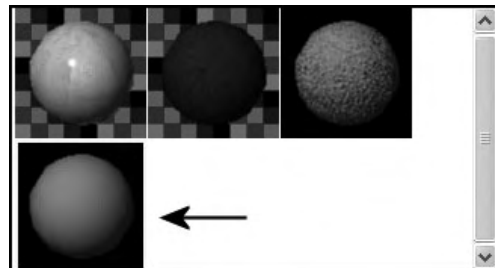

Fig.9.45
- 8 Cliquez sur **OK**. Un nouveau témoin de matériau s'affiche dans le volet des matériaux disponibles dans le dessin (fig.9.45).